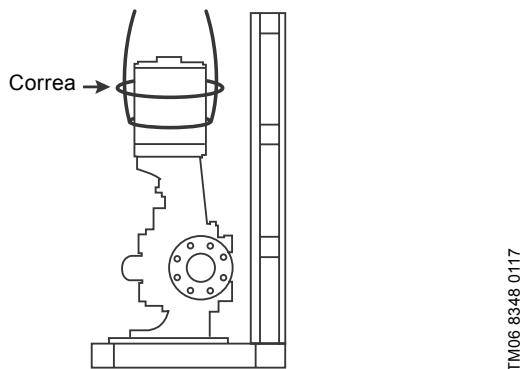

Fig. 4 Bombas KPV y KPVS, puntos de izado correctos
- Instale dos correas de izado alrededor del motor, bajo la caja de derivación, separadas 180 grados. Consulte la fig. 4.